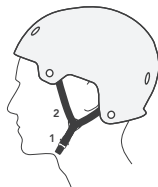

Figure 4. Boucle gauche (1), Sangle de la tempe gauche (2)
3. Faites glisser l'ajusteur de sangle sur la sangle de la tempe gauche (Figure 4) jusqu'à ce que l'ajusteur de sangle se trouve juste en-dessous du lobe de votre oreille gauche.